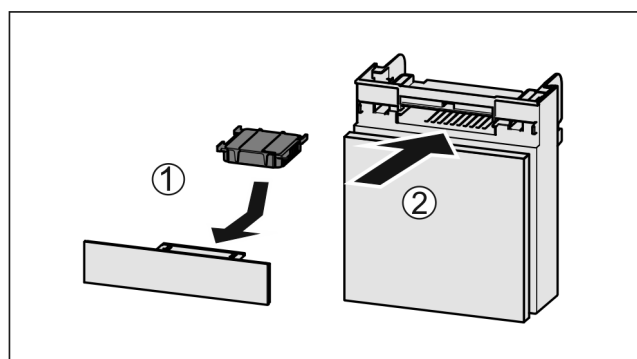

Fig. 37
- Filtr s aktivním uhlím vložte podle vyobrazení Fig. 37 (1).
► Zásuvku zasuňte Fig. 37 (2).